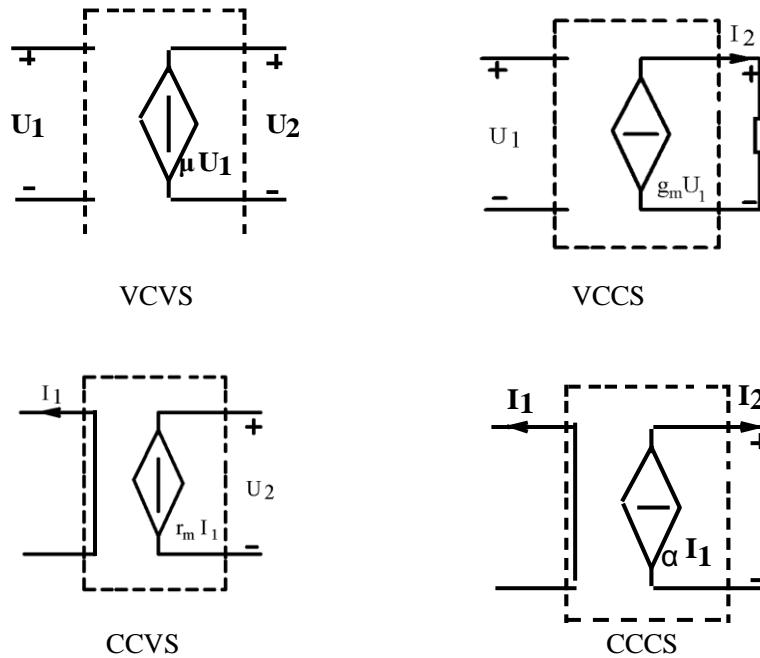

图 1-1
2. 独立源与无源元件是二端器件，受控源则是四端器件，或称为双口元件。它有一对输入端 ( $U_1, I_1$ ) 和一对输出端 ( $U_2, I_2$ )。输入端可以控制输出端电压或电流的大小。施加于输入端的控制量可以是电压或电流，因而有两种受控电压源（即电压控制电压源 VCVS 和电流控制电压源 CCVS）和两种受控电流源（即电压控制电流源 VCCS 和电流控制电流源 CCCS）。它们的示意图见图 1-1。